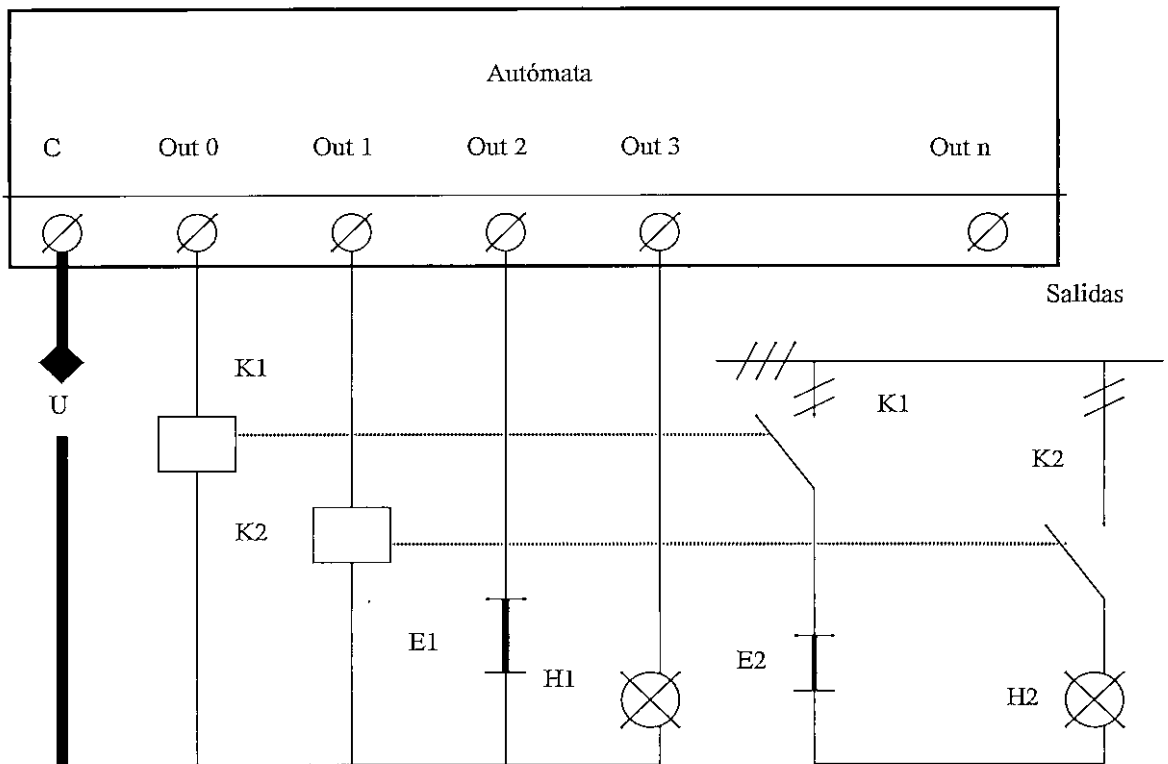

Figura 5.13 Acoplamiento directo e indirecto de las cargas
- Acoplamiento directo e indirecto de cargas. En este caso, cuando el consumo de una carga es muy pequeño se puede acoplar ésta directamente a la salida, como es el caso del tubo fluorescente (E1) y de la lámpara (H1) en la figura 5.13. En el resto de casos el mando ha de hacerse a través de relés, contactores, electroválvulas.